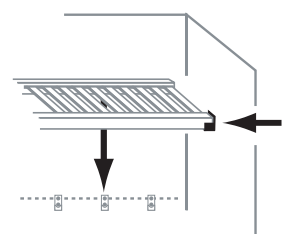

FIG. 1.4
7. Placer la tablette SUPÉRIEURE (A) sur les crochets en L et positionner l'équerre à l'extrémité avant de la tablette près de la paroi latérale du placard (Fig. 1.4).